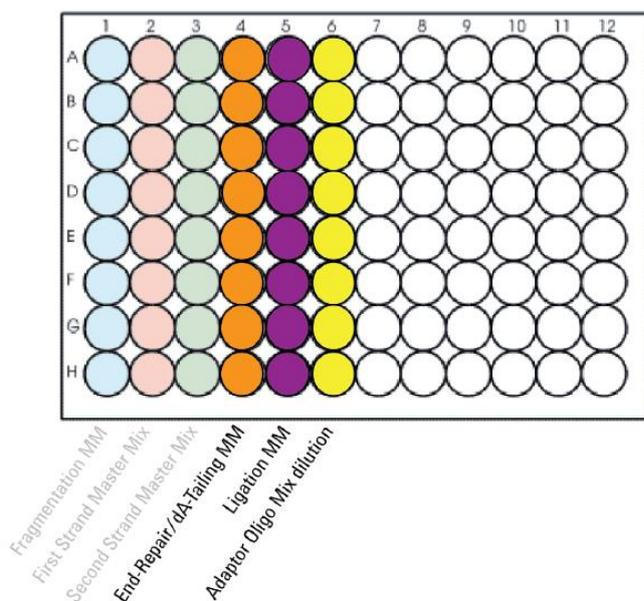

図 7 LibraryPrep_XT_HS2_ILM または LibraryPrep_LILQ_XT_HS2 用 **Agilent Deep Well** マスターミックスソースプレートの配置
1. 表 40 に示す容量の各マスターミックスを Agilent Deep Well プレートの各カラムの全てのウェルに加えます。このマスターミックスソースプレートの最終的な配置は図 7 に示します。